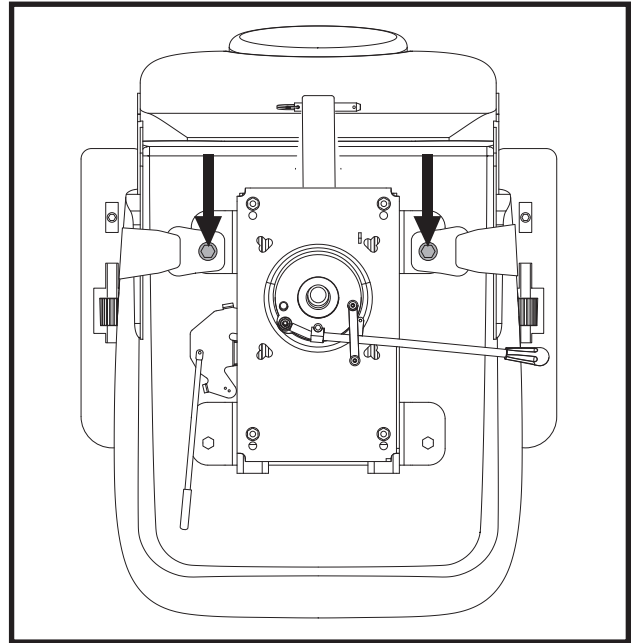

Figure 23. Boulons du ceinture de positionnement
2. Placez le siège à l'envers pour faire face à sa base. Voir la figure 23.